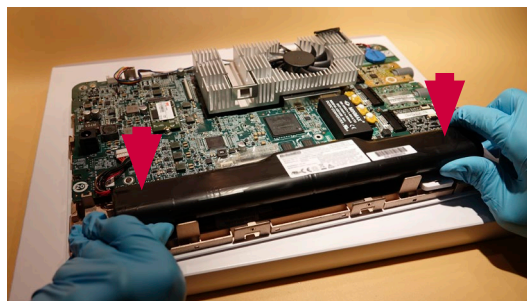

Figura 15 Posizionare una nuova batteria con il nastro adesivo rivolto verso il basso
d) Posizionare la batteria nuova (Figura 15)